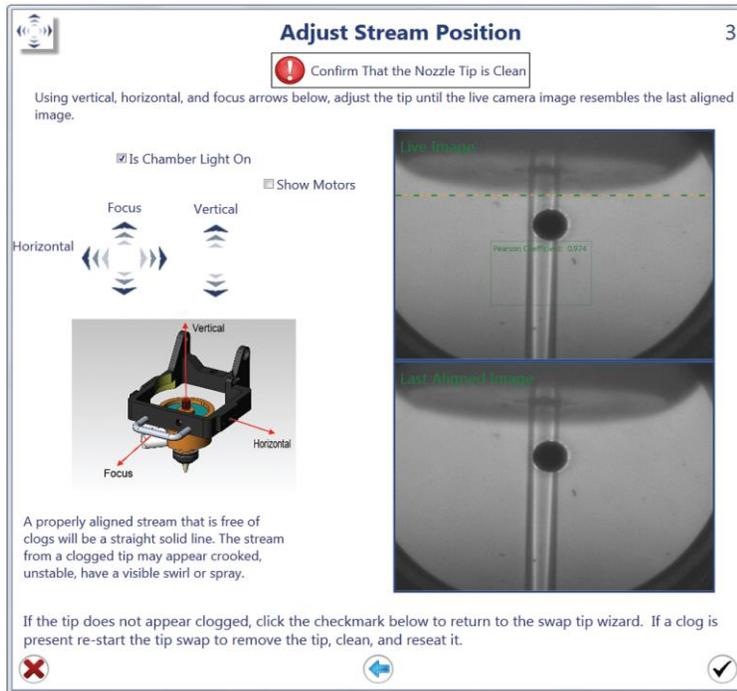

Рис. 123. Окно Adjust Stream Position (Отрегулировать положение потока)
35. С помощью стрелок «Vertical», «Horizontal» и «Focus» регулируйте наконечник сопла и поток до тех пор, пока их изображение не совпадет с последним изображением отрегулированной конфигурации (Рис. 123).
37. Если наконечник сопла и поток сцентрированы, и засоры отсутствуют, щелкните на кнопке с «галочкой» для продолжения (Рис. 123).